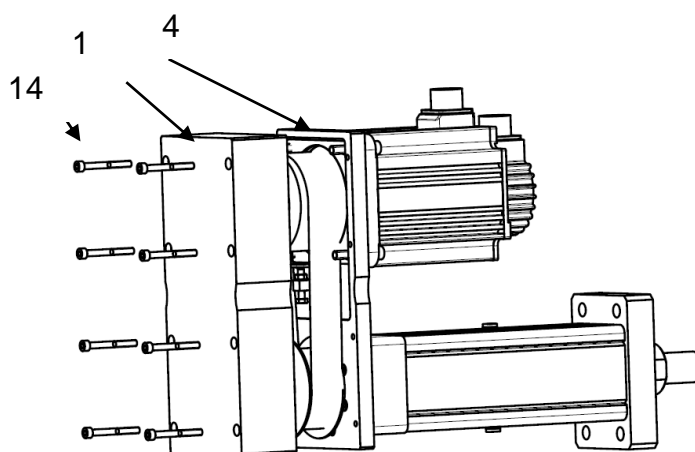

Рисунок 15 – Монтаж крышки на корпус.
6) установить крышку (поз. 1) на корпус (поз. 4) с собранным блоком шкивов. Закрепить крышку (поз. 13) при помощи прилагаемых винтов (поз.14) (см. рисунок 15);